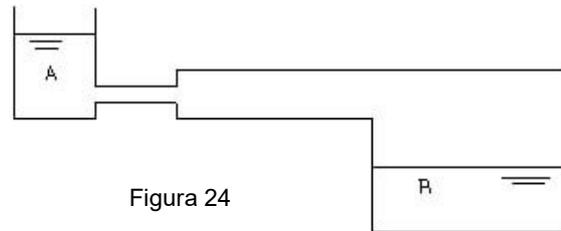

Figura 24
Como mostra a Figura 24, a passagem de água do primeiro para o segundo troço faz-se mediante um alargamento brusco. No reservatório superior (A), a superfície livre da água está em contacto com a atmosfera e sempre a 14 m acima do eixo do tubo. O reservatório B é uma câmara hermeticamente fechada, na qual, durante o tempo considerado, a pressão absoluta é mantida a 2 atmosferas e o nível da água encontra-se sempre abaixo da boca da conduta. Calcule o caudal que passa no tubo. R: Q = 2 L s⁻¹